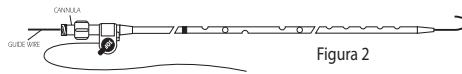

Figura 2
- Mettere il gruppo catetere/cannula sul filo guida appropriato e avanzare nel sistema biliare. Scollegare la cannula di rinforzo dal catetere e continuare a far avanzare il catetere sul filo guida fino alla posizione desiderata. Il catetere alloggia un filo di 0,038" (0,97 mm). Vedere figura 2. Il posizionamento deve essere confermato con diagnostica per immagini.